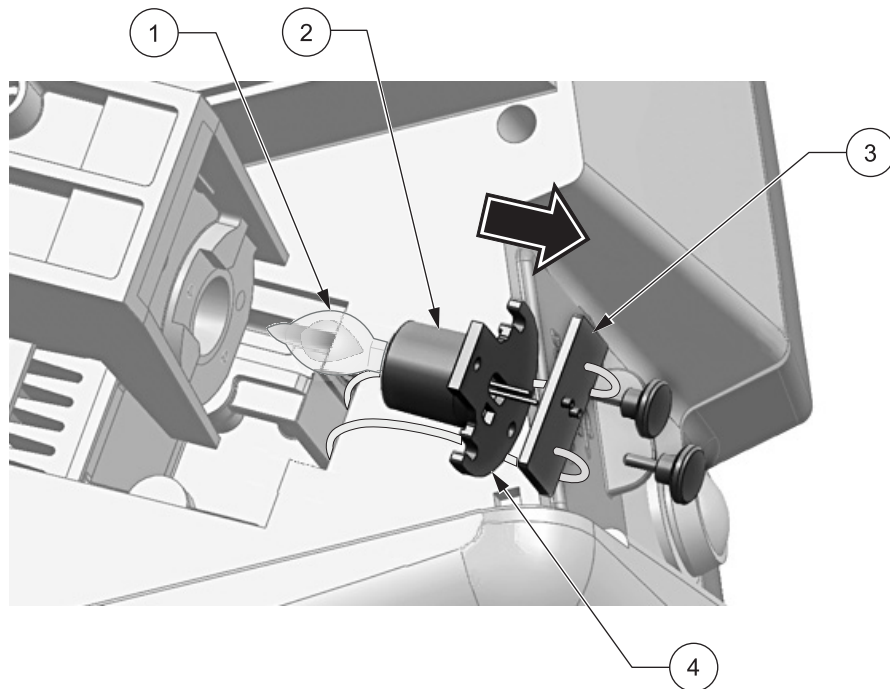

图 13 更换灯
10. 小心地取出两个滚花头螺丝 (图 13 参见页码 77)。